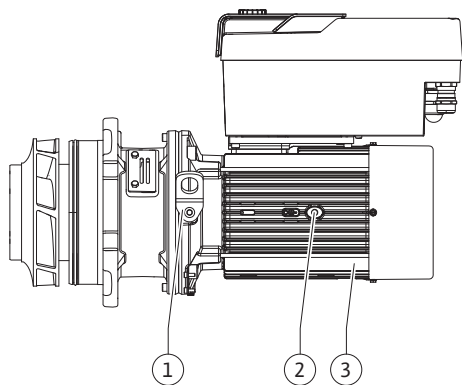

Fig. 107: Окомплектовка
13. Поставете окомплектовката (виж Fig. 107) в корпуса на помпата в старата или друга желана ъглова позиция. Спазвайте допустими монтажни положения на компонентите (виж глава „Допустими монтажни положения и промяна на разположението на компонентите преди монтажа“ [► 26]).